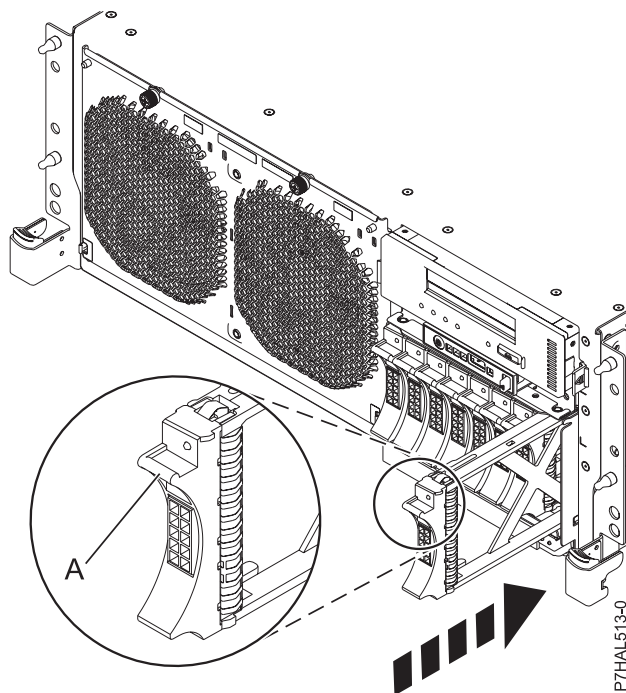

Figura 60. Instalación de un panel de relleno de unidad de disco en el sistema
2. Deslice por completo el panel de relleno hacia el interior del sistema o unidad de expansión y presione el tirador de la unidad de disco (**A**) hasta que quede encajado en su sitio, como se muestra en la Figura 60 en la página 107.